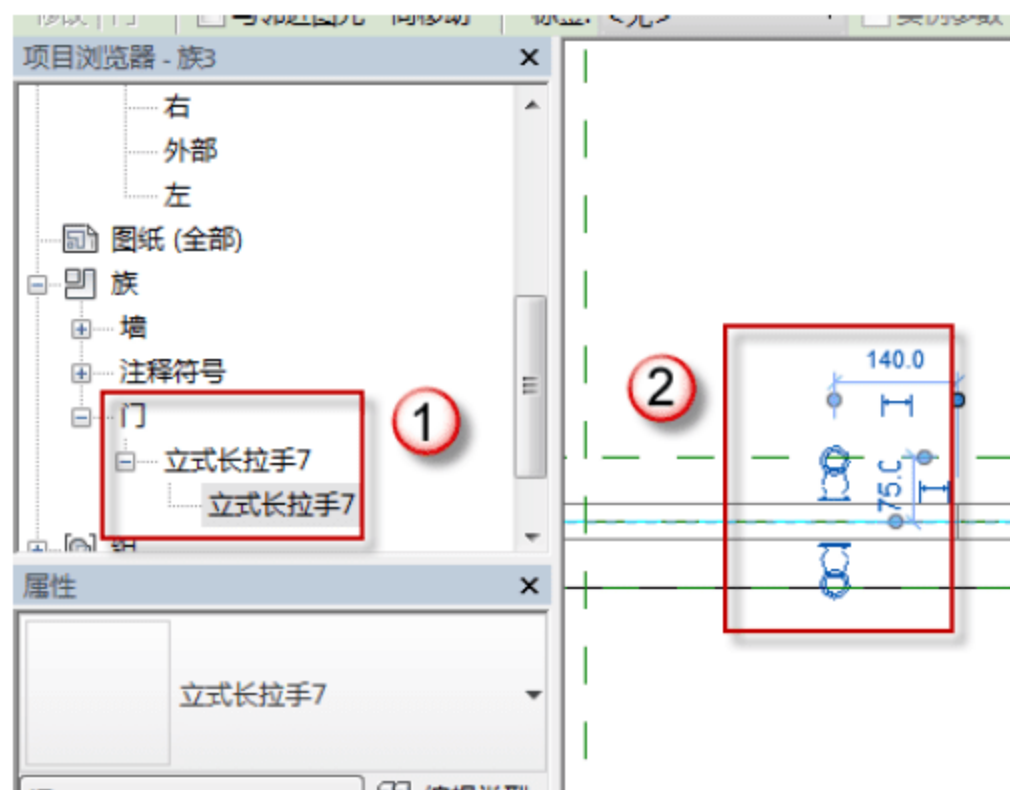
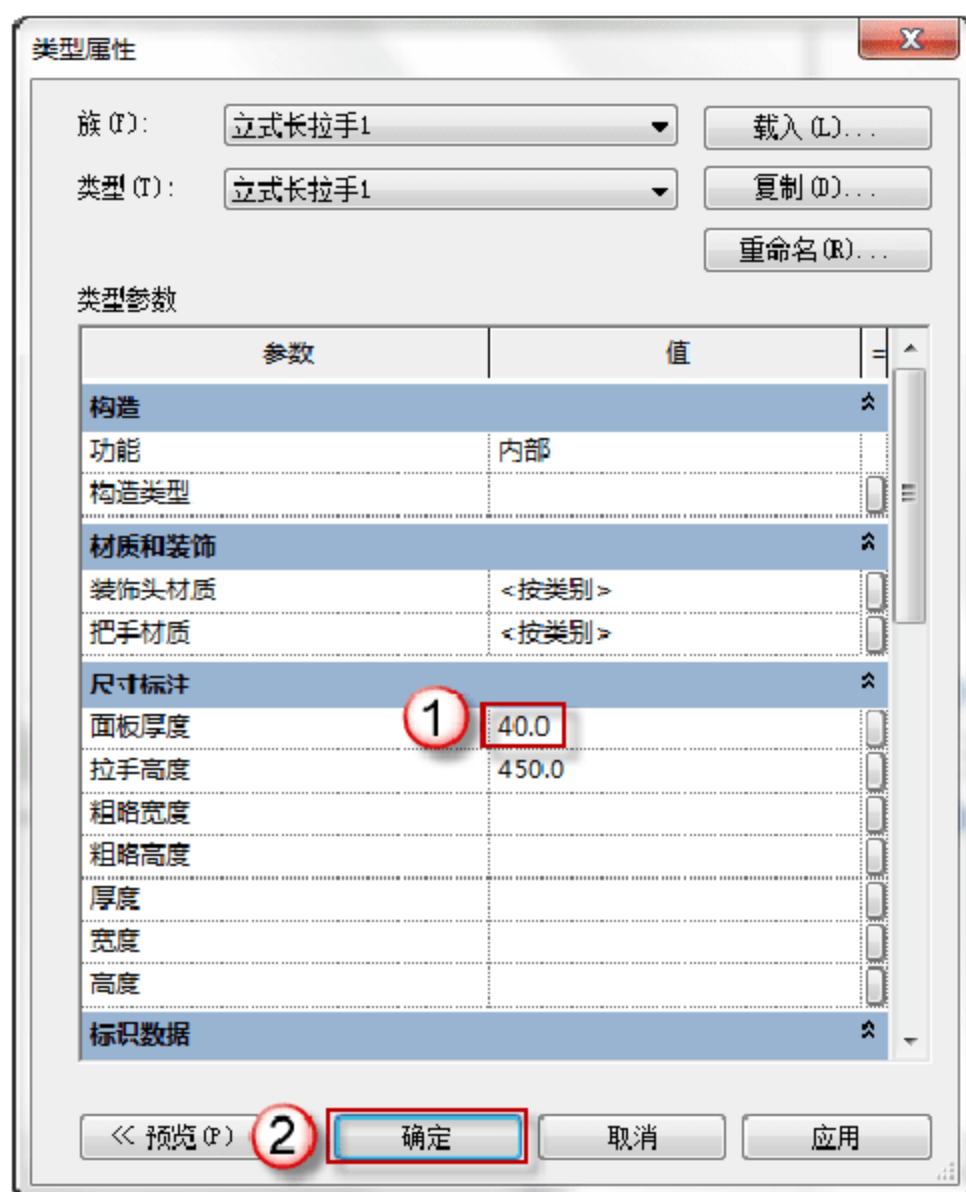

图 6.3.68 绘制立式长拉手 7
图 6.3.69 修改“立式长拉手 7”的面板厚度
(26) 绘制立式长拉手 7。选择“项目浏览器”中的“族”→“门”→“立式长拉手 7”选项，单击立式长拉手 7 并将其拖动至绘图区域如图 6.3.68 所示位置，按 Esc 键取消插入族命令。单击“属性”面板中“编辑类型”按钮，弹出“类型属性”对话框，在“尺寸标注”栏的“面板厚度”中输入“40”字样，单击“确定”按钮，如图 6.3.69 所示。